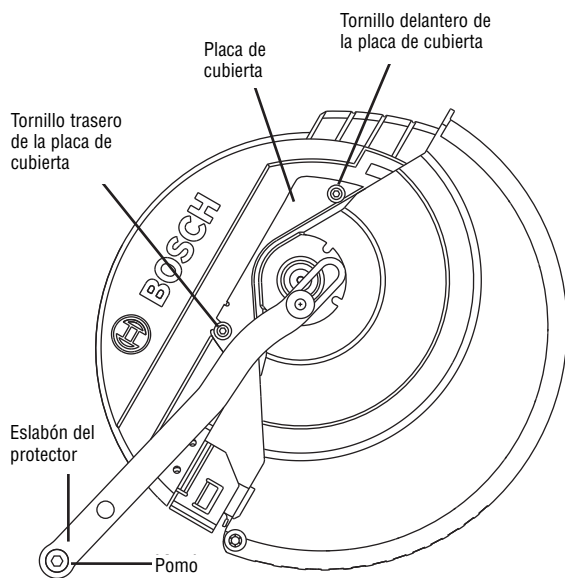

Figura 3
1. Ubique la sierra en la posición hacia ARRIBA y a un bisel de 0°. Si está en la posición hacia ABAJO, presione ligeramente hacia abajo sobre el ensamblaje del cabezal de la sierra y jale hacia fuera el pasador de fijación del ensamblaje del cabezal (artículo 43, página 136); luego, deje que el cabezal de la sierra suba (vea la figura 3).